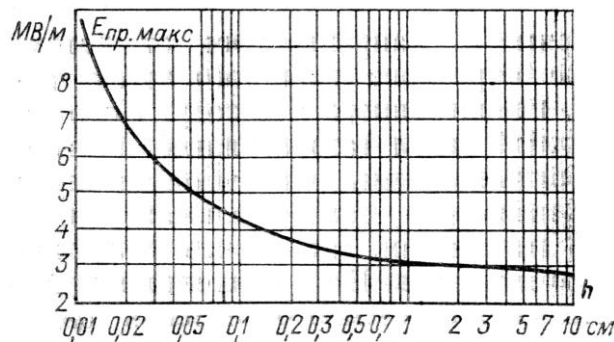

Рис. 3.6.1. Зависимость электрической прочности воздуха от расстояния между электродами в однородном поле при $f = 50$ Гц, $t = 20$ °С, $p \approx 0,1$ МПа
При увеличении расстояния между электродами в однородном поле напряжение возрастает пропорционально расстоянию, тем не менее, реально электрическая прочность $E_{пр}$, не остаётся постоянной. При $h = 1 \dots 10$ см электрическая прочность воздуха составляет примерно 3 кВ/мм, а при $h = 1$ мм возрастает до 4,2 кВ/мм (см. рис. 3.6.1). Это объясняется трудностью формирования лавинного разряда при малом расстоянии между электродами.
- Используя кривую, приведённую на рис. 3.6.1, рассчитайте пробивное напряжение для каждого расстояния между электродами, смонтированными в миниблоках и занесите результаты в табл. 3.6.1.